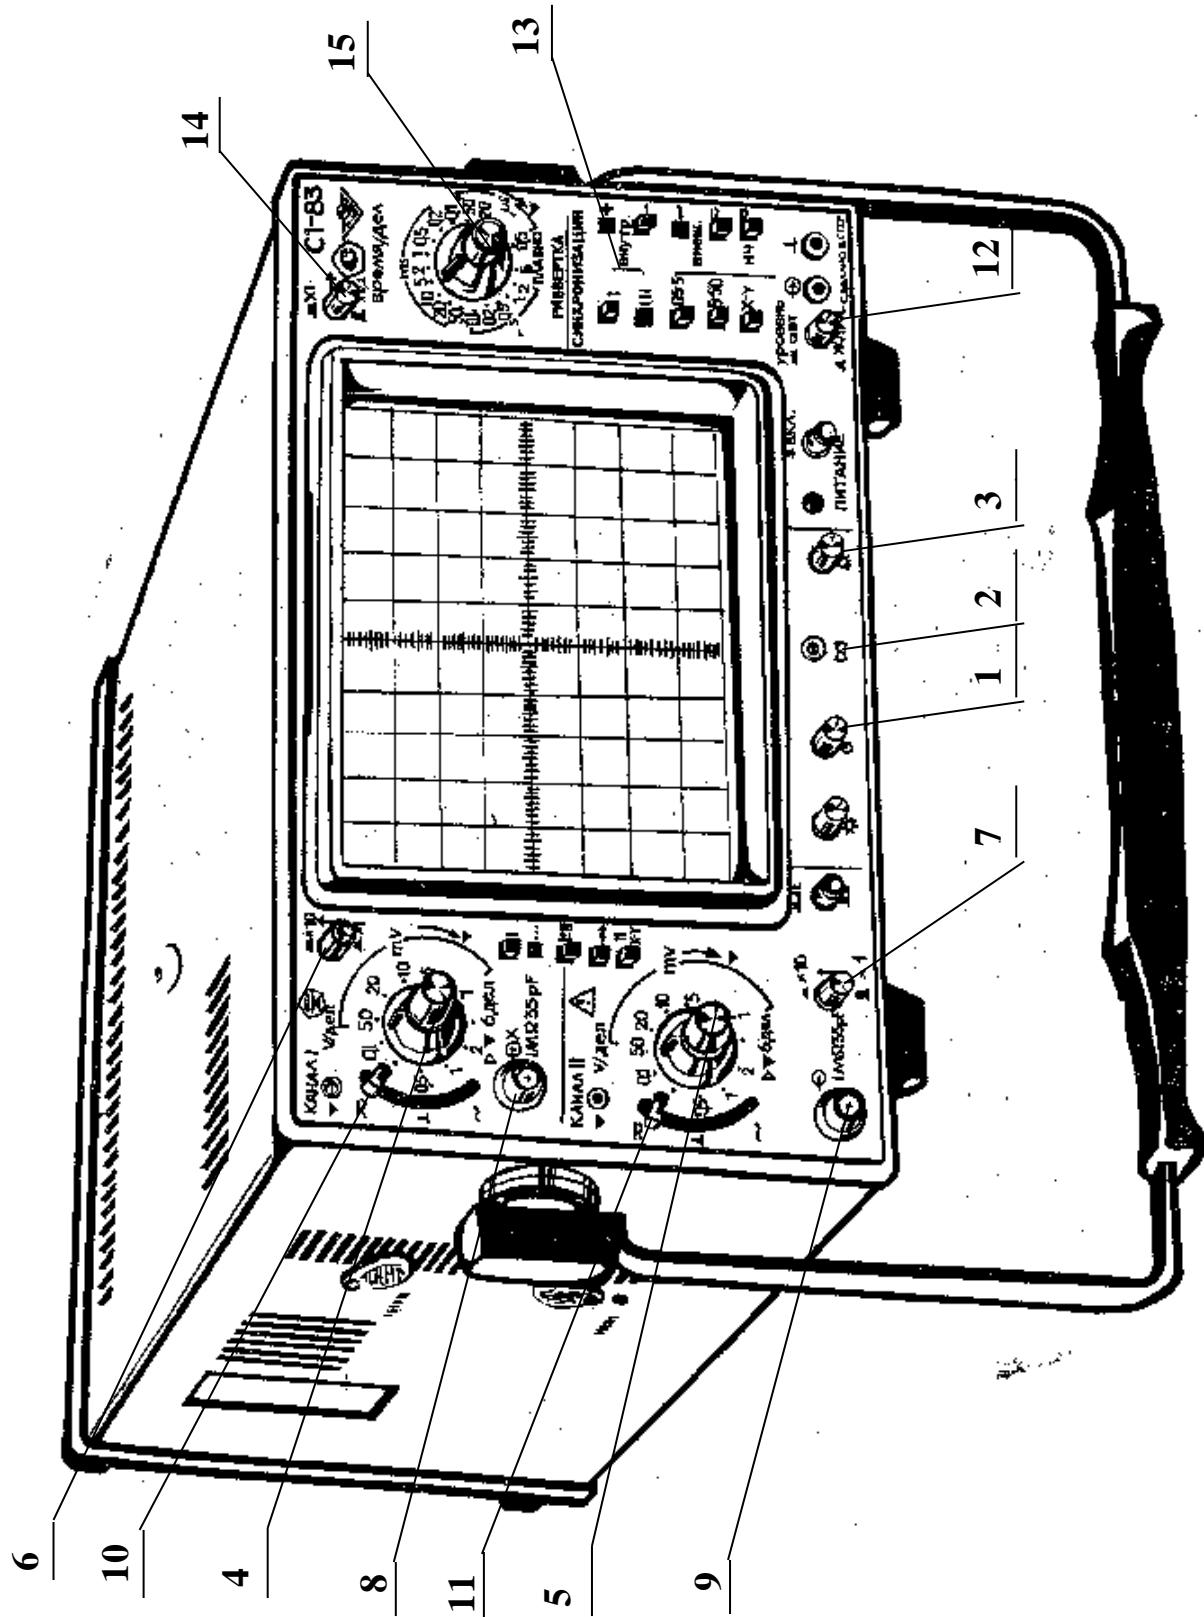

Рис. 2 . Внешний вид прибора
3.2. Основные органы управления и их назначение. Общий вид передней панели прибора приведен на рис. 2.